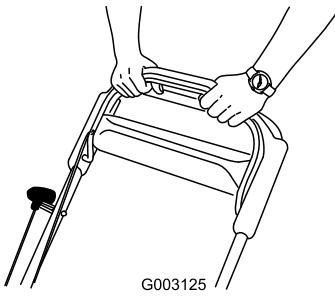

Figura 22
3. Tenete la barra di comando della lama contro la stegola (Figura 22).